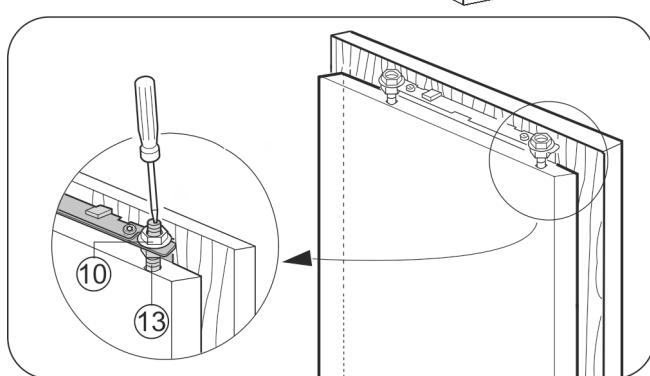

Fig. 22
- ▶ Poistné maticy Fig. 22 (10) utiahnite pomocou kľúča na šesthranné hlavy veľkosti 13, pri tom pridržte justovacie čapy Fig. 22 (13) pomocou skrutkovača.